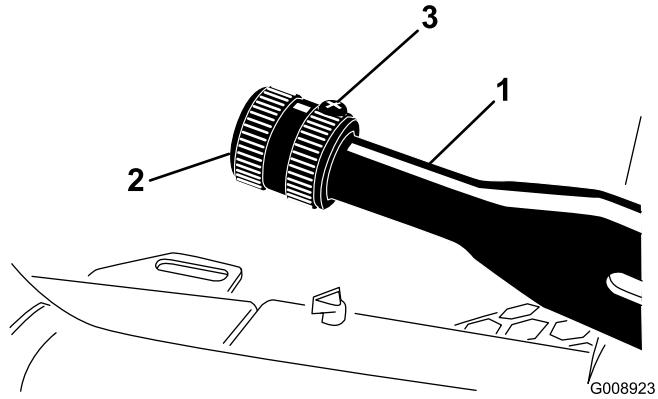

Bild 65
1. Lockern Sie die Stellschraube, mit der das Handrad am Feststellbremshobel befestigt ist (Bild 65).